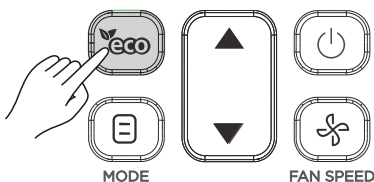

Abbildung 3.15
1) Drücken Sie  (siehe Abbildung 3.15) zum Senden des ECO-Signals an das Innengerät. Das Symbol  erscheint.